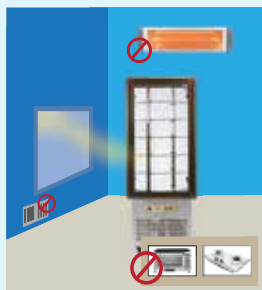

FIGURA 1
- Non mettere il prodotto in un luogo in cui prende luce solare diretta o cucina, riscaldamento, forno, piano cottura, e fonti di calore radiante ad infrarossi. In caso contrario, potrebbe causare una diminuzione delle prestazioni del prodotto, danneggiamento e la distruzione del loro prodotto. (Figura 1)